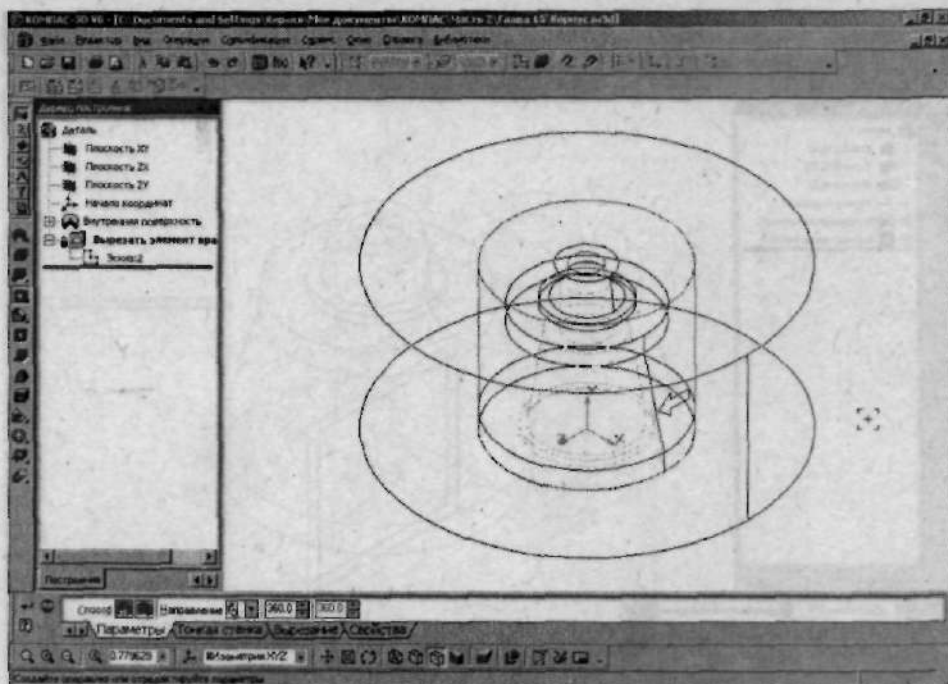

Рис. 2.179. Сформируйте внешнюю поверхность Корпуса
6. После того как вы создали эскиз, щелкните по кнопке  (Вырезать вращением) — рис. 2.179.